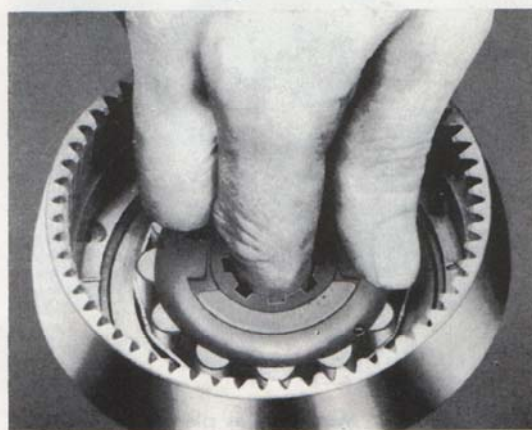
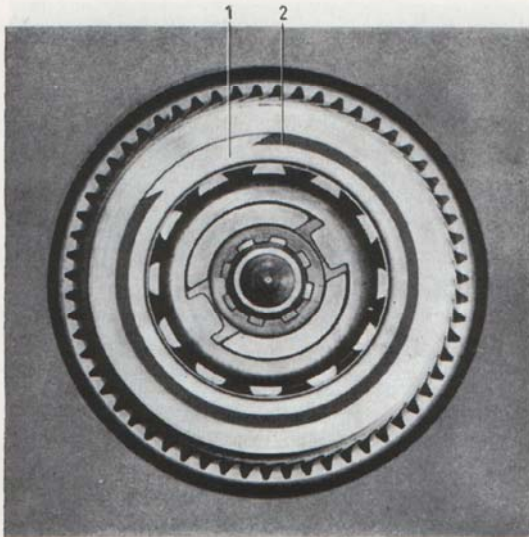

Bild 29. Montering av frihjul
Bild 30. Montering av oljeledplåt
6. Lägg i tryckbrickan och därefter frihjulet på sin plats i utgående axeln, se bild 29. Lägg i oljeledplåten och sätt i låsringen, se bild 30.